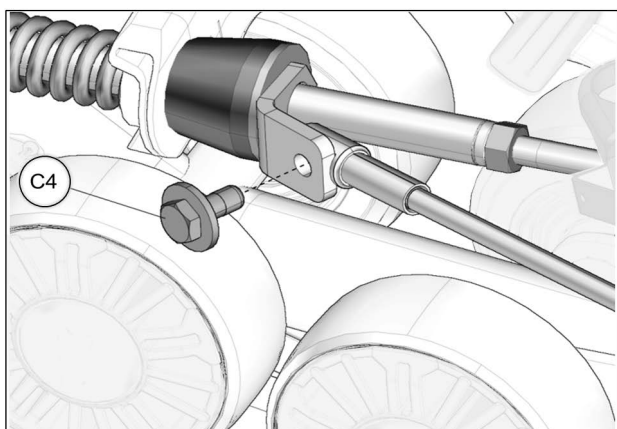

Fig. 26
18. Tourner légèrement le volant dans le sens contraire jusqu'à ce que le câble puisse être fixé à la plaque de support en utilisant le boulon (C4) fourni. Serrer à un couple de 35 Nm [24 lb•pi]. Voir la Fig. 26. Effectuer le même exercice du côté droit.